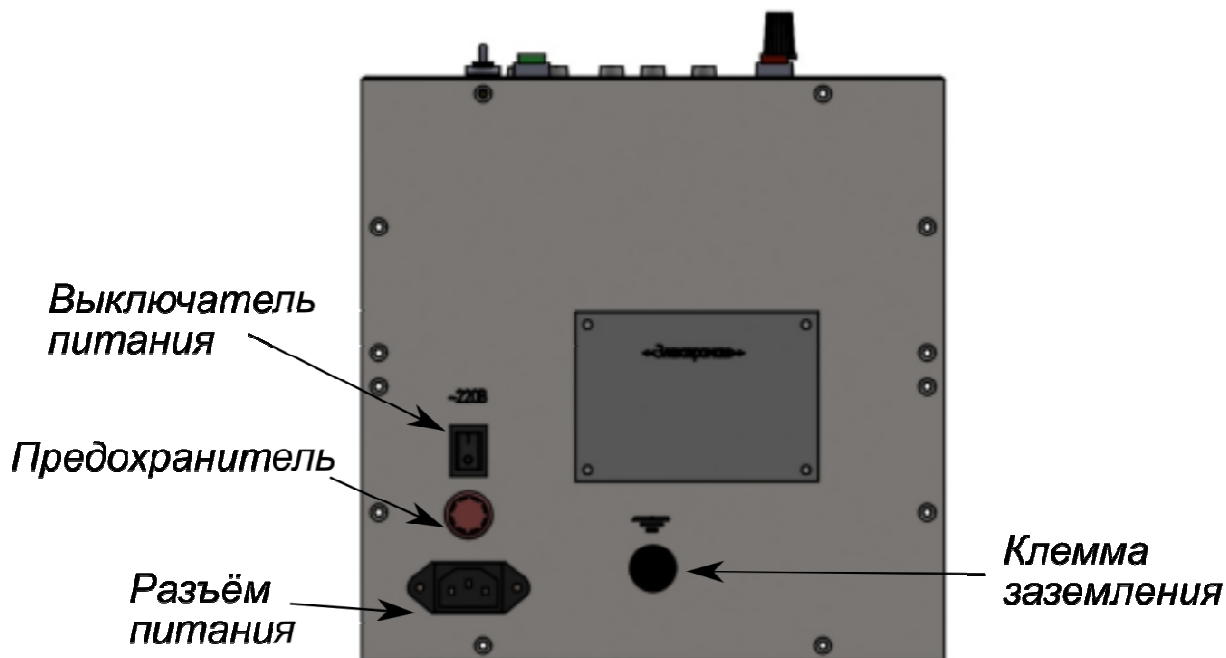

Рисунок 2 – Вид передней панели АИИ-30/3
6.1.4 На передней панели аппарата (рисунок 2) расположены: электрический соединитель для подключения к сети электропитания переменного тока напряжением 220 В, плавкий предохранитель 1,5 А, выключатель электропитания, клемма заземления.